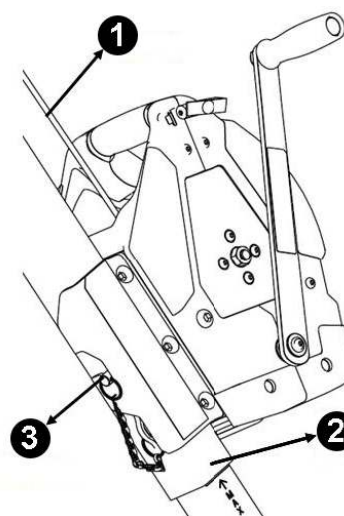

Figure 3
Le treuil est conçu pour être utilisé avec le trépied MSA Tripod illustré à la figure 3. Le treuil constitue le principal dispositif pour soulever et abaisser des systèmes qui utilisent un trépied pour positionner le matériel destiné à pénétrer dans les espaces restreints par le haut. Le treuil se fixe sur le côté de la patte du trépied. Cette position permet à un ouvrier de surface de faire fonctionner le treuil en se plaçant à l'écart du point d'accès, maximisant ainsi l'espace utilisable à l'intérieur du trépied et améliorant la stabilité en abaissant le centre de gravité du trépied.
- Voir la Figure 3 et suivre les directives d'installation des étiquettes illustrées à la section 2.5 Marquages et étiquettes.